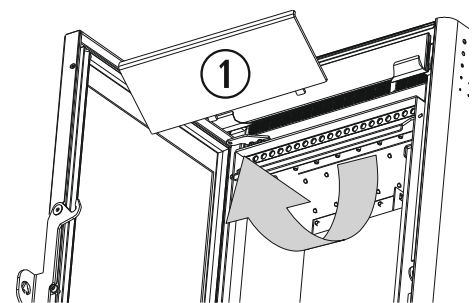

Figura 20
① Cassonetto porta-cenere.
Nei modelli *Creta* (figura 20), e *Moon II*, si deve realizzare un'operazione di pulizia totale dello scambiatore di calore (②), quest'operazione dovrà essere eseguita settimanalmente. Spingere verso l'alto la placca superiore del focolare (①), fino a disinnestare i pannelli che la fissano alla placca centrale e tirarla. Al termine, collochiamo di nuovo la placca superiore assicurandoci che i piedini rimangano correttamente incorporati.